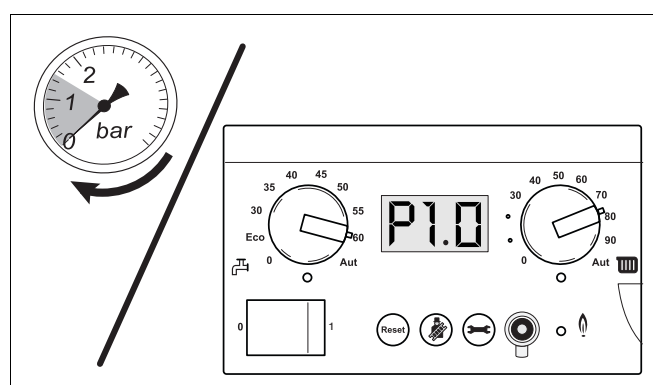

Fig. 68 Aflæsning af trykvisning
- Aflæs trykket på det analoge manometer på tilslutningsgruppen eller på betjeningsfeltet til BC10 (fig. 68).
- Aflæs anlægstrykket igen på det analoge manometer eller på displayet til BC10 (fig. 68). Hvis trykket ligger under 1,0 bar, skal den ovenfor beskrevne påfyldnings- og udluftningsmetode gentages, indtil det ønskede tryk er nået, og varmeanlægget er luftfrit.